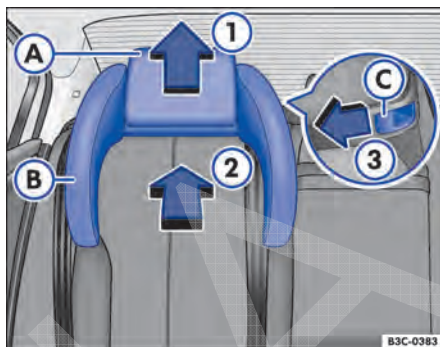

Fig. 85 Cadeira de criança integrada: encaixar os apoios para cabeça laterais.
- Empurrar o apoio para cabeça ⇒ **Fig. 85 (A)** para cima **1**.
- Empurrar o apoio para cabeça \Rightarrow Fig. 85 **A** para cima \Rightarrow Fig. 85 **1**.
- Empurrar o botão de destravamento \Rightarrow Fig. 85 **C** no sentido da seta \Rightarrow Fig. 85 **3** para poder retirar o apoio para cabeça lateral.